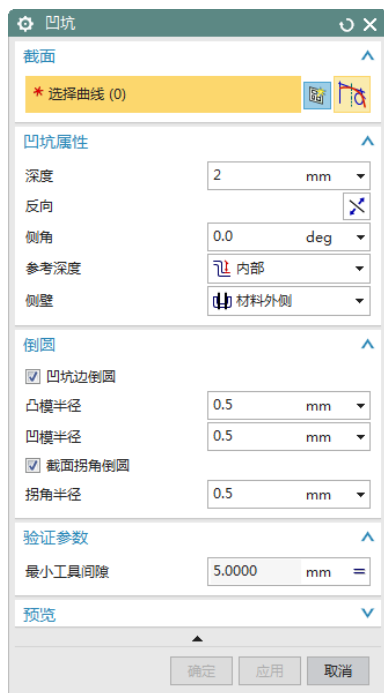
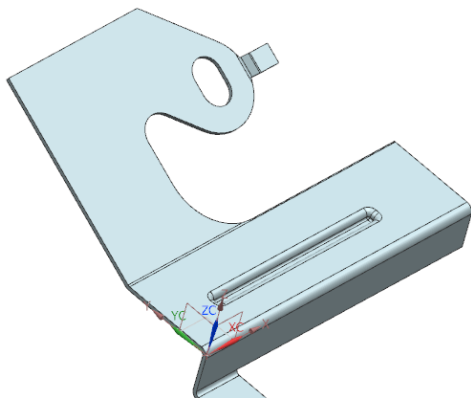

图 4-131 “凹坑”对话框
图 4-135 创建凹坑特征
(1) 选择“菜单(M)”→“插入(S)”→“冲孔(H)”→“凹坑(D)”，或者单击“主页”选项卡“凸模”面组上的“凹坑”按钮 ，打开如图 4-131 所示的“凹坑”对话框。
(2) 在如图 4-131 所示对话框中, 单击“绘制截面”按钮, 打开“创建草图”对话框。
(5) 在如图 4-131 所示对话框中, 设置“深度”为 2, “侧角”为 0, “参考深度”为“内部”, “侧壁”为“材料外侧”。勾选凹坑边倒圆和截面拐角倒圆复选框, 设置“凸模半径”、“凹模半径”和“拐角半径”为 0.5。单击按钮, 创建凹坑特征, 如图 4-135 所示。